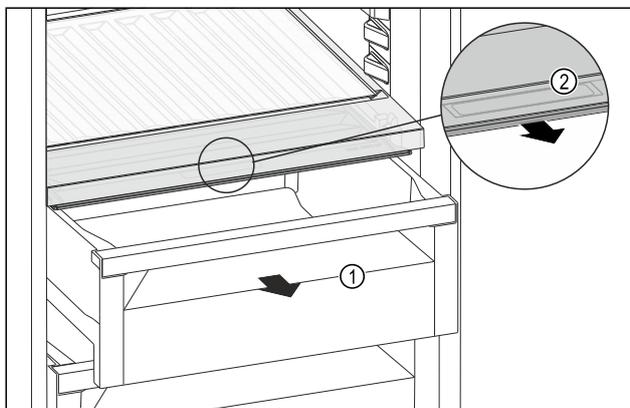

Fig. 109
- ▶ Schubfach Fig. 109 (1) herausziehen.
- ▶ Griffmulde Fig. 109 (2) am Fachdeckel anfassen und Fachdeckel gleichzeitig nach vorne ziehen.